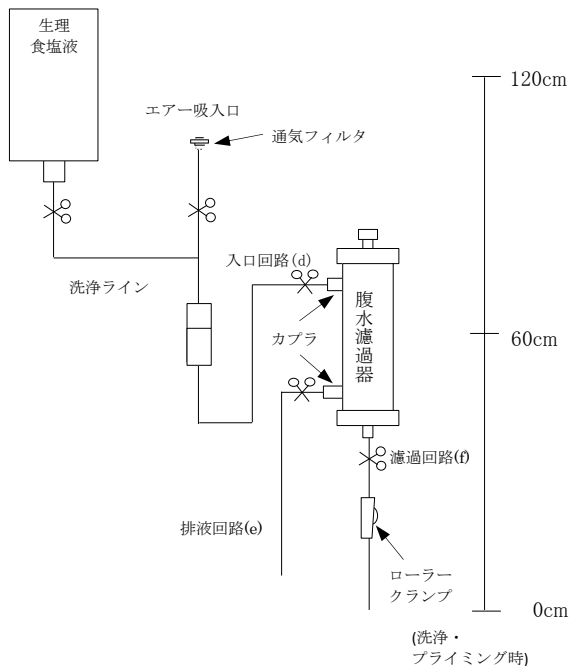

図8 外圧濾過法（落差式）の回路図
- *1) 本品をイルリガドル台のホルダーに取り付ける。(以降の手順に従い、図8の通り接続する)